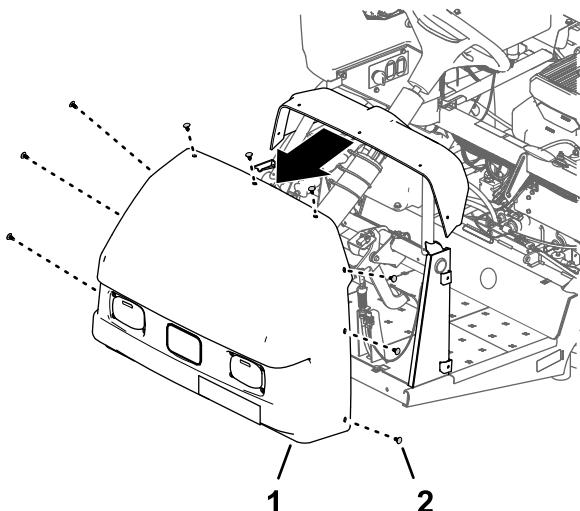

Figura 13
2. Rimuovete i 9 dispositivi di fissaggio a spinta che fissano il cofano al cruscotto e al telaio della macchina (Figura 13).
3. Rimuovete il cofano dalla macchina (Figura 13).